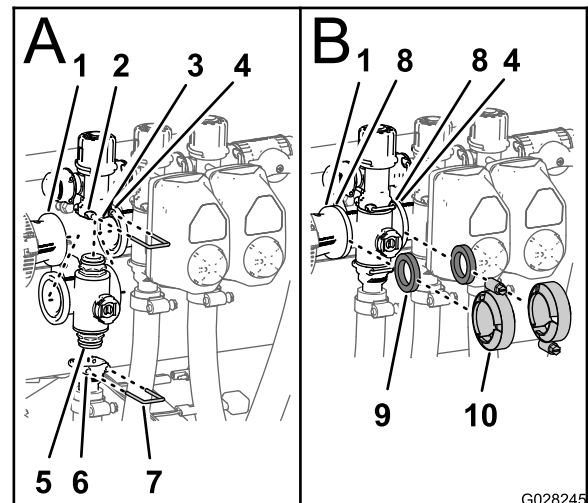

Bild 144
1. Setzen Sie das obere Endkappen-Anschlussstück des Verteilerventils in das Anschlussstück des Sicherheitsventils ein (Bild 144).
2. Stecken Sie einen Halter in die Buchse des Anschlussstückes des Sicherheitsventils, um das Endkappen-Anschlussstück am Anschlussstück des Sicherheitsventils zu befestigen (Bild 144).
3. Befestigen Sie das Auslaufanschlussstück am unteren Endkappen-Anschlussstück des Verteilerventils (Bild 144).
4. Stecken Sie einen Halter in den Sockel des Auslaufanschlusstückes, um das Endkappen-Anschlussstück am Auslaufanschlusstück zu befestigen (Bild 144).
5. Fluchten Sie eine Dichtung zwischen den Flanschen der Reduzierkupplung und dem Abschnittventilverteiler aus (Bild 144).
6. Montieren Sie die Reduzierkupplung, die Dichtung und den Abschnittventilverteiler mit einer Klemme und ziehen sie mit der Hand an (Bild 144).
7. Fluchten Sie für den Einbau der zwei ganz links gelegenen Abschnittventile eine Dichtung zwischen den Flanschen der zwei danebenliegenden Abschnittventilverteiler aus (Bild 144).
8. Montieren Sie die zwei danebenliegenden Abschnittventilverteiler und eine Dichtung mit einer Klemme und ziehen sie mit der Hand an (Bild 144).